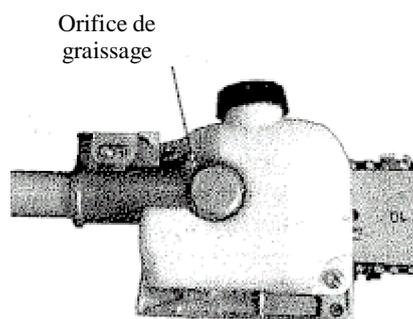

Figure 37
- **Graissage de la boîte d'embrayage.** Pour entreprendre cette opération, retirez d'abord la boîte d'embrayage du tube extérieur supérieur décrit ci-dessous (Voir Figure 37):